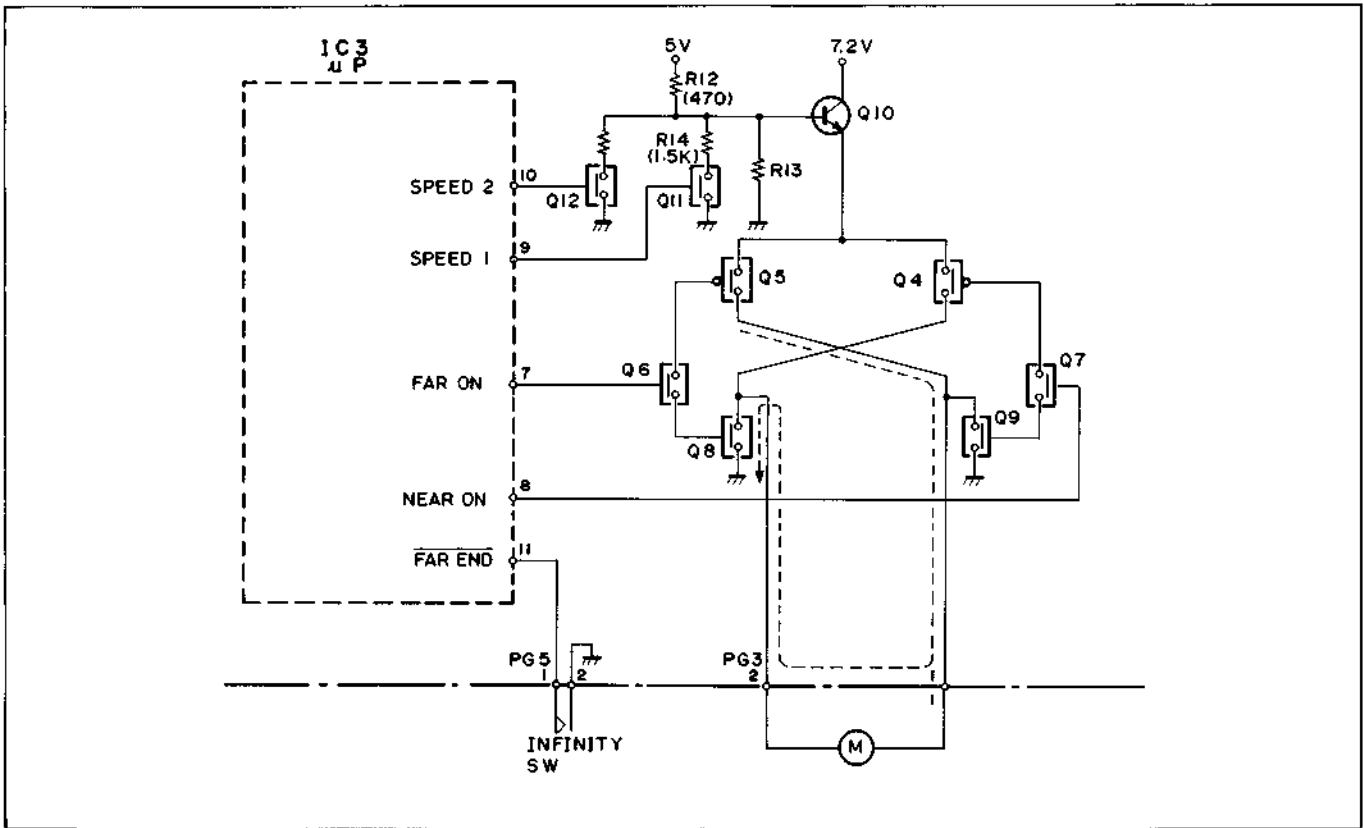

Abb. 2-28 Motor-Treiberkreis
(1) Während der ersten "Lo" Periode des $\overline{\text{CLOCK}}$ Signals wird das $\overline{\text{MODE}}$ ("Lo" Pegel) Signal generiert. Dieses Signal sorgt für eine Rückstellung des Logik-Schaltkreises (LOGIC) des Signalverarbeitungs-Schaltkreises (IC2: PROCESS) und schaltet die Schaltkreise auf den Vorbereitungsmodus. In diesem Modus wird der Integrations-Kondensator des Integrations-Verstärkers (INTEG. AMP) auf 3 V aufgeladen.
(2) Nachdem der Modus eingestellt wurde, wird das $\overline{\text{GAIN}}$ ("Lo" Pegel: 0-3 Impulse) Signal generiert, um den Gewinn des gewinnregulierten Verstärkers (GAIN CONT. AMP) festzulegen. $\overline{\text{GAIN}}$ ist anfänglich auf das 64-fache eingestellt. Während kontinuierlicher Scharfeinstellung erfolgt eine Einstellung gemäß der vorherrschenden Werte.
(3) Der Vorbereitungsmodus endet nach 4 ms (CLOCK: 32 Impulse), worauf mit dem niederen "Lo" Pegel des MODE Signals der Integrationsmodus getriggert wird.
(4) Im Integrationsmodus beginnen der Synchron-Detektor und die Integration der Infrarot-Signale mit dem niederen "Lo" Pegel des CLOCK Signals zu arbeiten. Die Integrationssignale gelangen in den Komparator, in dem sie mit den Referenzspannungen (VL und VH) verglichen werden. Die Integrationsdauer der Signale A und B ist umgekehrt proportional zu der am Sensor einfallenden Strahlungsmenge. In Abb. 2.28 ist das Signal B (nahe) größer als das Signal A (fern).
(5) Wenn der Durchschnittspegel ($VA+VB/2$) durch Integration den Referenzpegel (VL: 2,5V) erreicht, wird das Drehsinn-Detektorsignal (DIRECT. DET) von einem "Hi" Pegel auf einen "Lo" Pegel invertiert. Sinkt der Durchschnittswert ($VA+VB/2$) ab und erreicht durch Integration einen Referenzpegel (VH: 2,0V), dann wird das Fokussierfehler-Detektorsignal (DIFF. DET) von einem "Hi" Pegel auf einen "Lo" Pegel invertiert. Nach dieser Invertierung des Fokussierfehler-Detektorsignals (DIFF. DET) stoppt der Mikroprozessor (IC3: μP) die Integration. Der Mikroprozessor stellt also die Integration ein, wenn ein MODE Signal mit einem niederen "Lo" Pegel ausgegeben wird, worauf der Haltemodus beginnt.
3.6 Motor-Treiberkreis (Abb. 2.28)